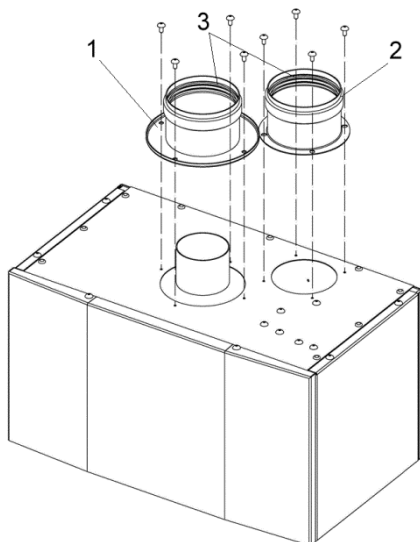

Рис. 12. Установка фланцев для подключения раздельного дымохода.
- установить во фланцы $\varnothing 80$ мм (поз. 1 и 2 рис. 12) уплотнения $\varnothing 80$ мм (поз. 3 рис.12), если не установлены;
- установить фланец отвода продуктов сгорания $\varnothing 80$ мм (поз.1 рис.12) на место фланца $\varnothing 100$ мм и закрепить при помощи штатных саморезов;
- установить фланец подачи воздуха $\varnothing 80$ мм (поз. 2 рис. 12) на место снятой заглушки и закрепить при помощи штатных саморезов.